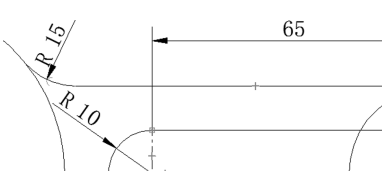

图 6-111 标注圆角尺寸
(7) 单击【绘制草图】选项卡【尺寸】区域下的【智能尺寸】按钮，标注刚刚绘制的圆角尺寸，如图 6-111 所示。